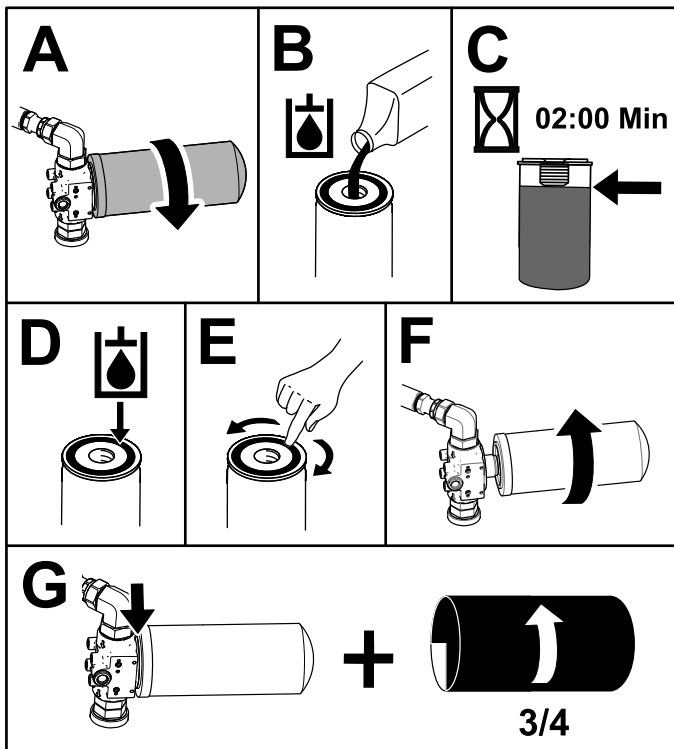

Figura 75
5. Coloque un recipiente debajo del filtro y cambie el filtro (Figura 75).